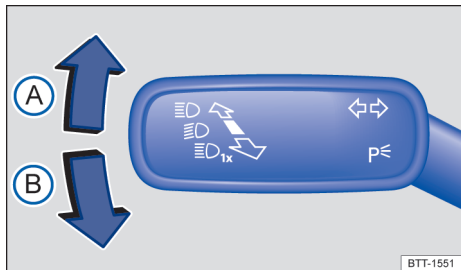

Fig. 88 No lado esquerdo da coluna de direção: alavanca dos indicadores de direção e do farol alto.
- Trazer a alavanca dos indicadores de direção e do farol alto → **Fig. 88** da posição central para a seguinte posição:
- (A)** Piscar à direita ➡.
- (B)** Piscar à esquerda ⬅.